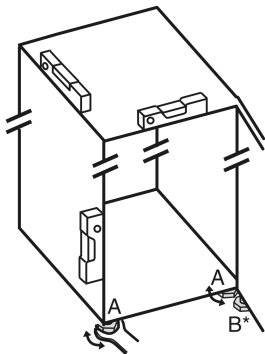

Fig. 5
- ▶ Az állítható lábakat Fig. 5 (A) a mellékelt villáskulccsal és egy vízmérce segítségével csavarja ki addig, amíg a készülék szilárdan és egyenesen be nincs igazítva.
- ▶ A csapágybak állítható lábát Fig. 5 (B) a mellékelt villáskulccsal csavarja ki úgy, hogy a padlón fekvődjön.
- ▶ Az állítható lábat Fig. 5 (B) forgassa tovább 90°-kal.